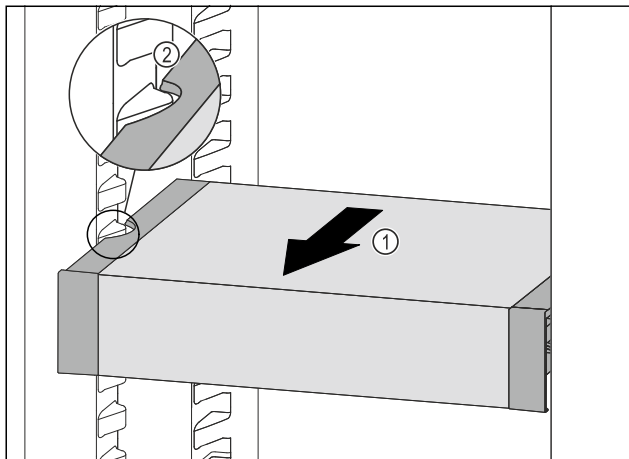

Fig. 108
- Predal VarioSafe povlecite naprej Fig. 108 (1), dokler nista stranska izreza predala VarioSafe na višini nastavka za posodo v hladilniku. Fig. 108 (2)